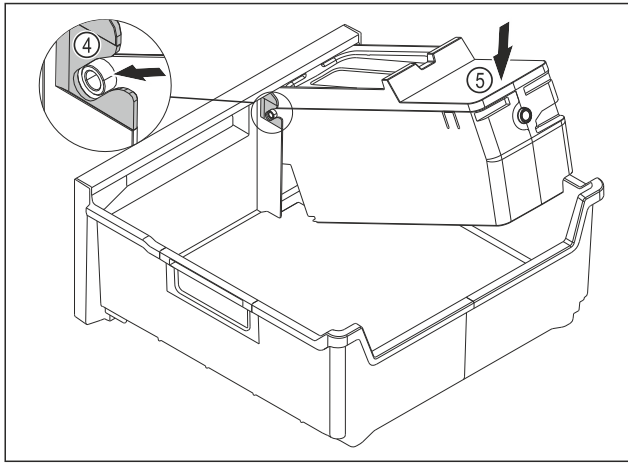

Fig. 152
- ▶ 安装 EasyTwist-Ice 机身：将 EasyTwist-Ice 机身的轴推入到导向装置 Fig. 152 (4)中。
- ▶ 朝下按压 EasyTwist-Ice 机身 Fig. 152 (5)后部。